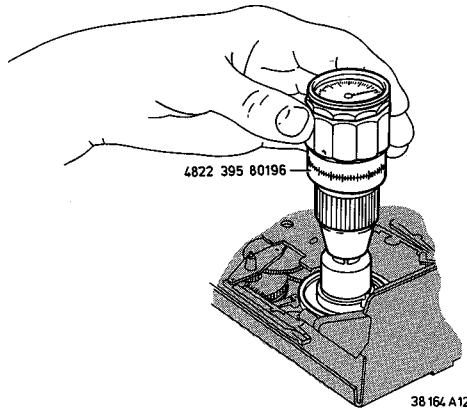

Fig. 3-2-4
Das Drehmoment soll im Uhrzeigersinn gemessen, zwischen 1,3 und 1,6 mNm (13 und 16 gFcm) betragen. Drehmomentmesser 4822 395 80196 soll bei der Messung nicht mit dem Eigengewicht auf Spulenteller ruhen (Abb. 3-2-4). Alternative Messung erfolgt durch langsames Abziehen einer Schnur, welche auf einer Kassettenbandspule mit kleiner Nabe aufgewickelt ist. Die Kraft soll zwischen 0,1 und 0,12 N (10 und 12 P) betragen.
- Schwungmasse auf dem Kombimotor so lange mit der Hand im Uhrzeigersinn drehen, bis sich Anzeige zwischen 2,8 und 3,8 Ncm (280 und 320 gFcm) nicht mehr verändert. (Abb. 3-2-4)